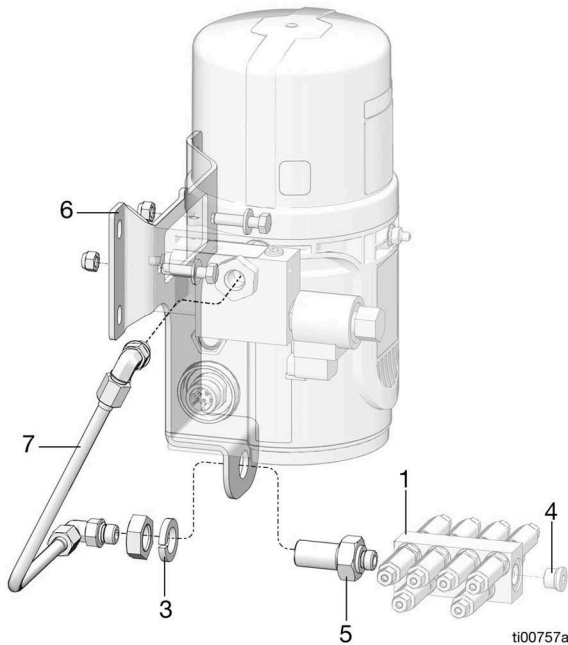

FIG. 7
Les lettres de référence dans les instructions suivantes se réfèrent à la FIG. 7.
2. Installer le nouveau support de montage (6) sur la pompe à l'aide du nouveau matériel.
3. Retirer l'écrou (2), la rondelle (3) et le raccord (5) du collecteur (1).
4. Retirer le bouchon (4) du collecteur (1) s'il n'est pas installé dans la position indiquée sur la FIG. 7.
5. Réinstaller l'écrou (2), la rondelle (3) et le raccord (5) dans le collecteur (1) et le support de montage (6) comme indiqué sur la FIG. 7. Fixer solidement en position.
6. Installer le bouchon (4) dans le collecteur (1). Serrer fermement.
7. Raccorder la sortie de la pompe au raccord (5) à l'aide des raccords et du tube (7) (voir FIG. 7).